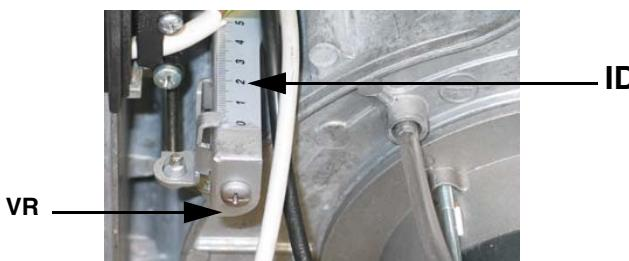

Рис. 26
- 3 снять крышку сервопривода: держать сервопривод в положении розжига (положение розжига = 0° на индикаторе воздушной заслонки **ID** - см. следующий рисунок на Рис. 26)
- 8 расслабить винт **VR** (см. Рис. 26)
- 9 сместить индикатор **ID** (Рис. 26) вдоль градуированной прорези в сторону + или -, для увеличения или уменьшения расхода воздуха, на основании требуемых значений продуктов сгорания;